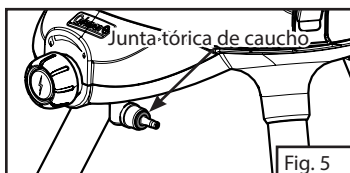

Fig. 5
- Antes de conectar el regulador a la estufa, asegúrese de que la junta tórica de caucho esté colocada en el conector del regulador. (Fig. 5)